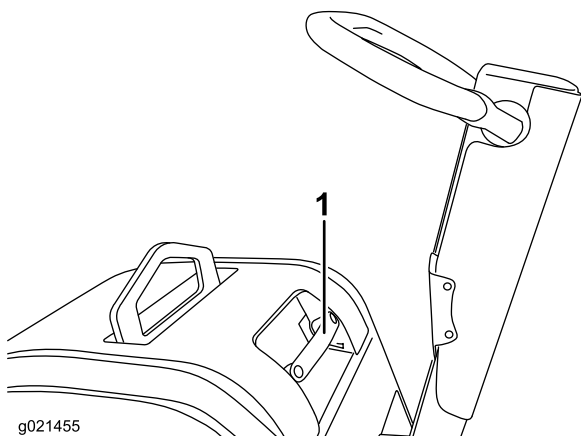

Figura 8
2. Levante la tapa (Figura 8).